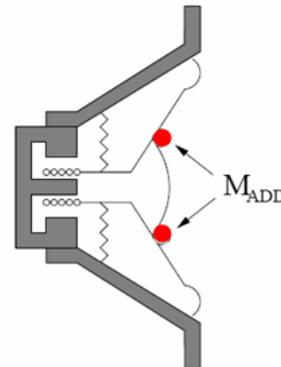

Bild 10.2b: Massemethode
- durch Beschweren der Membran mit bekannter Zusatzmasse (Massemethode, Bild 10.2b)
In Abhängigkeit vom Durchmesser (Membranfläche) des zu messenden Lautsprechers ist ein Testmasse mit passendem Gewicht zu beschaffen. Auch bei der Massemethode (Bild 10.2b) soll durch Aufbringen einer Zusatzmasse eine Resonanzverschiebung zwischen 20% und 50% erreicht werden. Eine Zusatzmasse in der Größenordnung der Membranmasse  $M_{MD}$  führt in etwa zu einer Senkung der Resonanzfrequenz von 30%.
4) Die Messung des LS mit Zusatzmasse durchführen (s. Bild 10.2b)